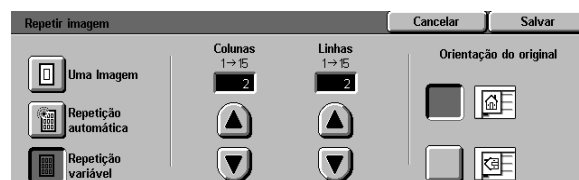

Figura 13: tela de detalhes Repetição variável de imagem
- **Repetição variável de imagem** (Figura 13)